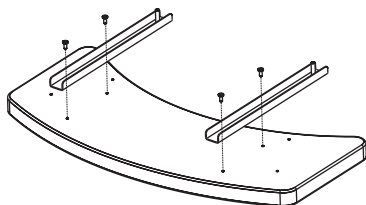

Рисунок 9
9. К каждой столешнице прикрепите саморезами по два кронштейна (см. рисунок 9).
Отверстие в полу, под грилем, $\varnothing 250$ мм - идеальный вариант организации притока свежего воздуха. В этом случае между полом помещения и грунтом должно быть открытое пространство с хорошей вентиляцией (см. рисунок 9). При такой организации притока воздуха не будет создаваться неприятного сквозняка. Приток воздуха при горении усилится, тем самым создавая хорошую тягу в трубе и исключая поступление дыма в помещение.